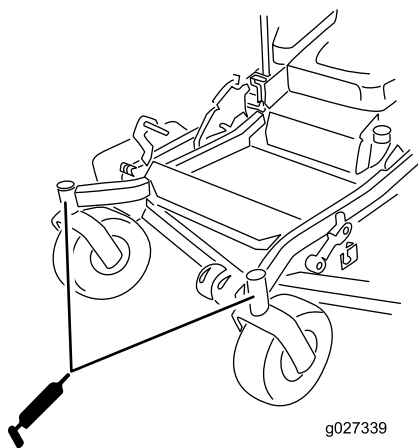

Figure 44
- Remettez le bouchon hexagonal et le capuchon antipoussière en place (Figure 44).
- Graissez les roulements des roues pivotantes (Figure 44).